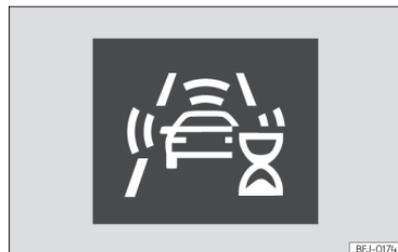

Fig. 111 No ecrã do painel de instrumentos: indicação de autocalibração inicial do sistema.
- Durante vos primeiros instantes de condução após unir a ignição, devido à autocalibração inicial do sistema. Durante esse período mostra-se um ícone de estado »» Fig. 111.